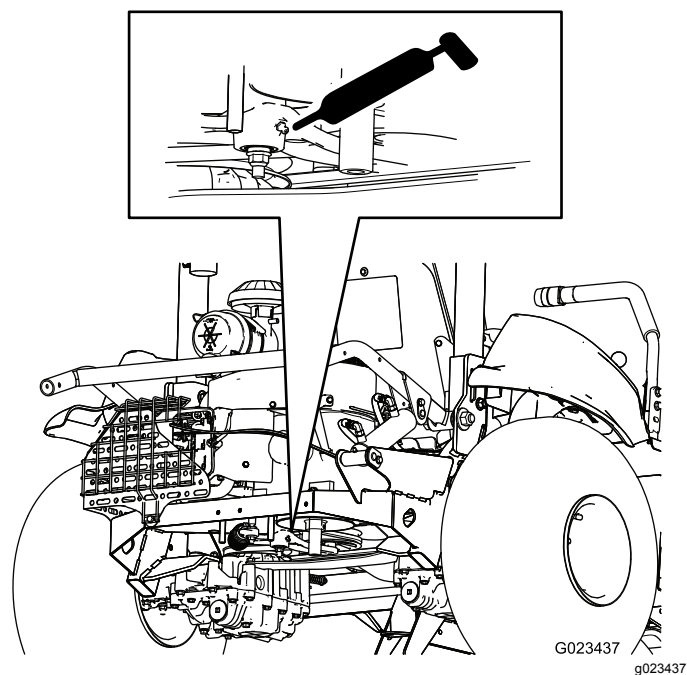

Рисунок 36
- Натяжитель ремня (1 шт.)—Рисунок 36